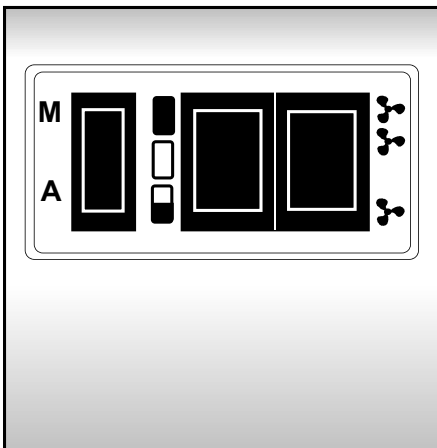

Fig. 1
- Percer les trous de fixation suivant les positions indiquées par le gabarit ainsi que la cote mini à respecter ( Fig. 1 et Fig. 2 ).